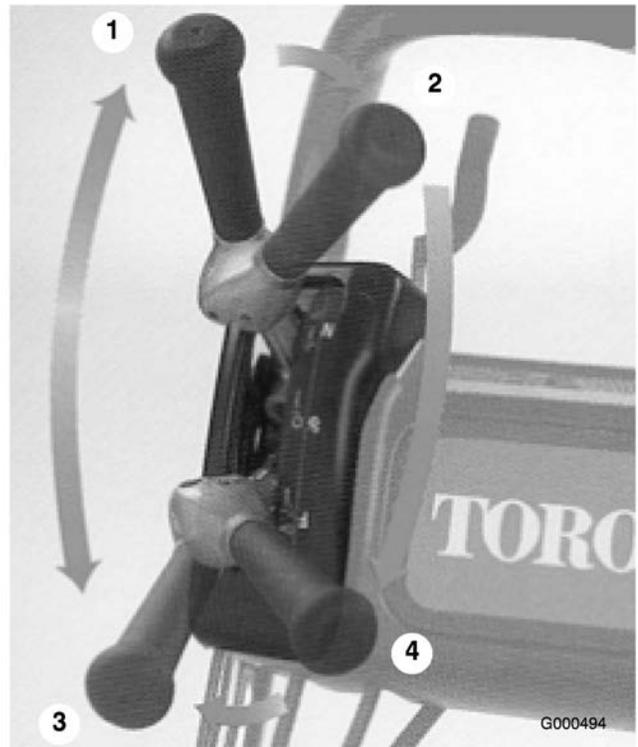

図 18
1. エンジンを始動、スロットルを下げ、カッティングユニットを上げる（ハンドルを下げる）。走行レバー（図 18）を「走行」に入れ、グリーン（緑）に入る。
2. 走行を「解除」とし、リールレバー（図 18）を回転側に倒す。
3. 走行レバーを「走行」に入れ、スロットルで希望の走行速度に調整し、グリーンへ移動する。希望位置に来たらカッティングユニットを下ろして刈り込み作業を始める（図 18）